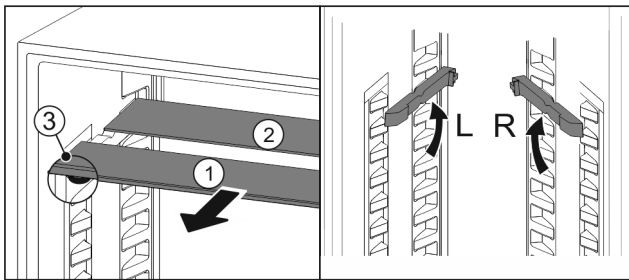

Fig. 25
- ▶ Посуньте Fig. 25 (1) скляну панель вперед.
- ▷ Скляна панель Fig. 25 (1) з декоративною планкою лежить спереду.
- ▷ Стопори Fig. 25 (3) показують вниз.